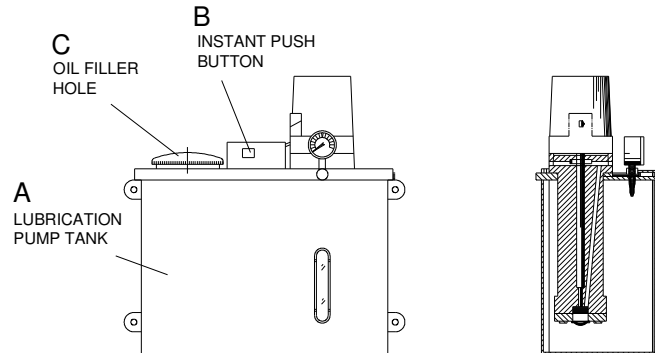

FIG. 6.4.1 REOILING LUBRICATION PUMP TANK
- a. FOR DETAILS ABOUT LUBRICATION PUMP REFER 6.4.2 MAINTENANCE AND ADJUSTMENT OF LUBRICATION PUMP. THE LUBRICATION PUMP TANK (A) AS SHOWN IN FIG. 6.4.1 HAS A CAPACITY OF 4.6 L. WHEN THE POWER SOURCE IS TURNED ON, THE PUMP AUTOMATICALLY STARTS AND DELIVERS OIL TO THE SPEED REDUCTION GEARINGS. THE PUMP IS ADJUSTED BY US AT SHIPPING TO DELIVER OIL AT A RATE OF 6 cc FOR EVERY 15 min.
- c. WHEN THE PUMP IS LEFT OUT OF OPERATION FOR ANY LENGTH OF TIME, OIL LEVEL GO DOWN IN THE PIPING. THEREFOR, HOLD DOWN THE INSTANT PUSH BUTTON (B) OF THE PUMP BEFORE STARTING THE MACHINE OPERATION, UNTIL SUFFICIENT AMOUNT OF OIL IS DISTRIBUTED TO EACH SIDE WAY.
- d. REPLENISH OIL IN THE TANK TO THE SPECIFIED LEVEL THROUGH THE OIL FILLER HOLE (C) AT THE TOP OF THE TANK WITH A SUITABLE FREQUENCY (USUALLY ONCE TWO WEEKS) THAT DEPENDS ON THE SERVICE CONDITION.